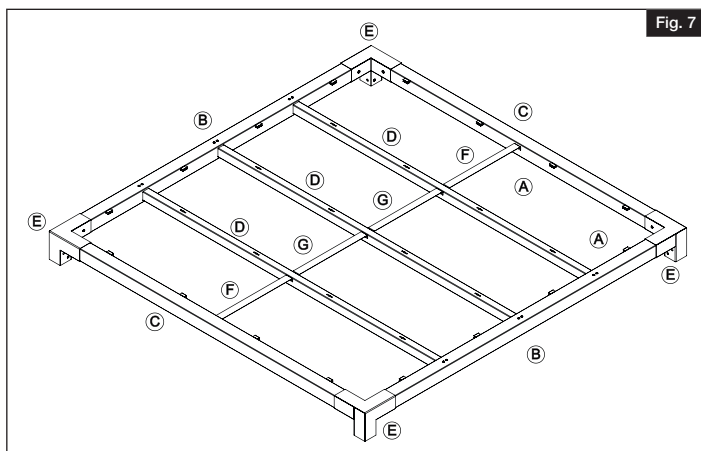

Fig. 7
Attach center braces (F) & (G) as shown through rivets (Fig. 7). Four screws per center brace. This completes the top/roof assembly.
- 7** Fije los tirantes centrales (F) y (G) como se muestra mediante remaches (Fig. 7). Cuatro tornillos por cada tirante central. Así se completa el montaje de la parte superior/techo.